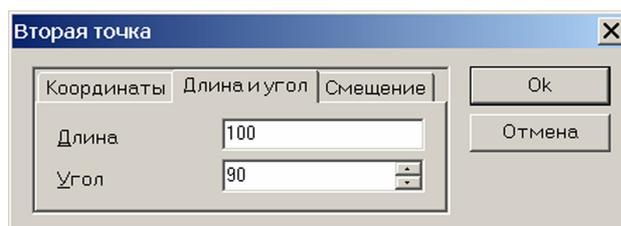

Рис. 5.2.3. Диалоговое окно **Вторая точка**
- на вкладке **Длина и угол** открывшегося диалогового окна **Вторая точка** (рис. 5.2.3) задать длину создаваемого отрезка и угол его наклона относительно горизонтальной оси. При первоначальном открытии диалогового окна **Вторая точка** в его полях ввода записаны текущие значения длины и угла динамического объекта.